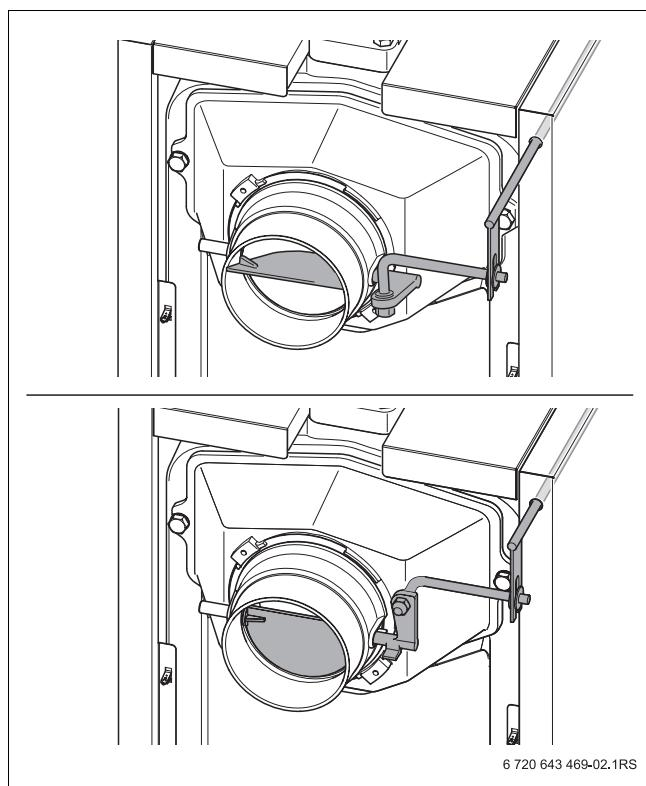

Рис. 8 Дымовая заслонка (вверху открыта; внизу закрыта)
- Чтобы предотвратить потери тепла в дымовой трубе, по возможности в зависимости от тяги прикройте дымовую заслонку (→ рис. 8, нижний).
- Если дымовые газы выходят плохо (недостаточная тяга), то снова откройте дымовую заслонку (→ рис. 8, верхний).
- Откройте дымовую заслонку для снижения выхода дыма в помещение при загрузке топлива (→ рис. 8, верхний).
- ▶ Закройте загрузочную дверцу [1] и дымовую заслонку (→ рис. 8, стр. 10).